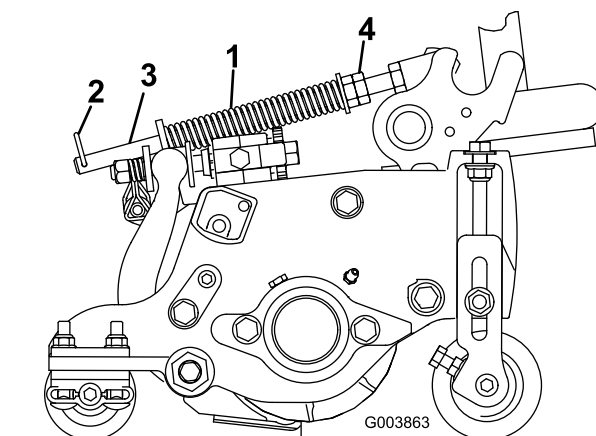

Figura 21
1. Asegúrese de que el pasador de horquilla está instalado en el taladro del extremo de la varilla (Figura 21).
2. Apriete las tuercas hexagonales del extremo delantero de la varilla del muelle hasta que la longitud comprimida del muelle sea de 15,9 cm (Figura 21).